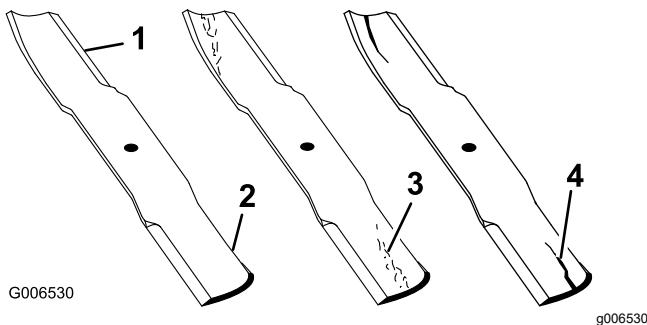

Figure 142
2. Examinez attentivement les tranchants de la lame, particulièrement au point de rencontre des parties plane et relevée, comme montré à la Figure 142.
**Remarque:** Le sable et les matières abrasives peuvent éroder le métal à cet endroit, c'est pourquoi il est important de contrôler l'état de la lame avant d'utiliser la tondeuse. Remplacez la lame si elle vous semble usée (Figure 142).